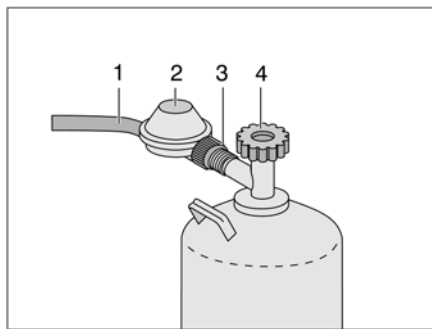

Fig. 225 Conexión de la bombonas de gas
- Cerrar la llave de paso principal (Fig. 225,4) de la bombona de gas. Observar el sentido de la flecha.
- Retener el regulador de presión de gas (Fig. 225,2) y abrir la tuerca moleteada (Fig. 225,3) (rosca a la izquierda).
- Retirar el regulador de presión de gas con la goma del gas (Fig. 225,1) de la bombona de gas.
- Acoplar el regulador de presión de gas (Fig. 225,2) con goma del gas (Fig. 225,1) a la bombona de gas y apretar la tuerca moleteada (Fig. 225,3) con la mano (rosca a la izquierda).